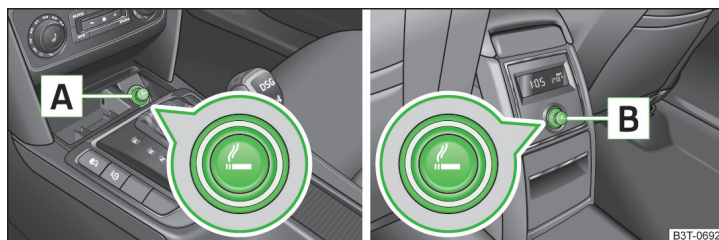
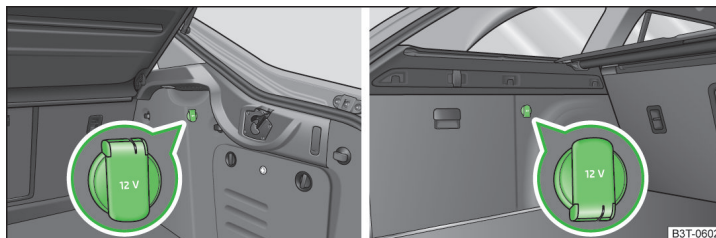

Fig. 85 Console centrale : Allume-cigare avant / allume-cigare arrière
Fig. 87 Coffre à bagages : prise Superb / Superb Combi
- Appuyer sur le bouton d'allumage **A** ou **B** » fig. 85.
La prise 12 volts (ci-après uniquement prise) se trouve dans la console centrale avant **A** » fig. 85 à la page 96, dans la console centrale arrière **B** » fig. 85 à la page 96 et dans le coffre à bagages » fig. 87.
- Retirer le cache de la prise ou l'allume-cigare » fig. 85 à la page 96 ou ouvrir le cache de la prise » fig. 87.